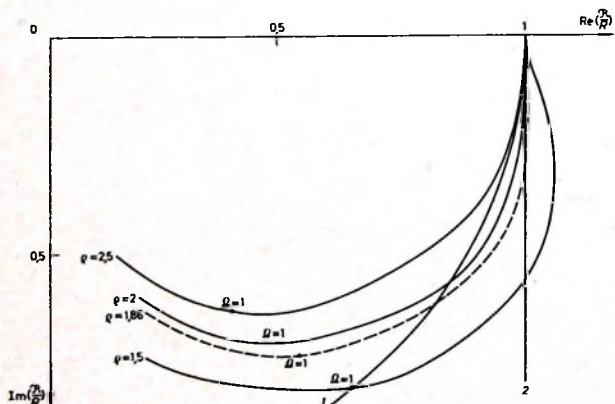
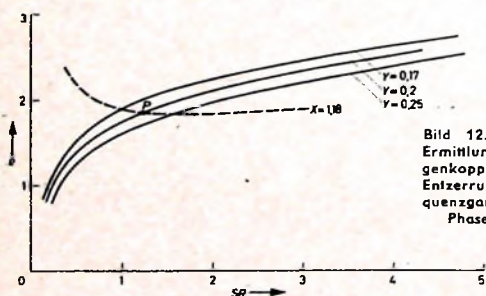

Bild 11. Ortskurven der Katodenkombination
Bild 12. Grafische Ermittlung der Gegenkopplung zur Entzerrung des Frequenzganges und des Phasenganges
Die Ortskurve dieser Gleichung, die im Bild 11 dargestellt ist (dabei ist ϱ Parameter), muß nun folgende Bedingungen erfüllen, damit der Amplitudengang von $|R_k|$ den geforderten Verlauf hat: Der Fall
entspricht dem Kreisbogen 1 im Bild 11. R_k soll aber erst bei großen Werten von Ω innerhalb des Bogens 1 verlaufen. Weiterhin darf R_k die Gerade 2
nicht schneiden, damit ein stetiger Anstieg von $|R_k|$ gewährleistet ist, denn zu R_k/R wird nach Gl. (81) noch der Wert von $1/(SR)$ addiert, was einer Nullpunktverschiebung im Bild 11 entspricht. R_k/R muß für frequenzunabhängiges A_3 in dem Raum zwischen 1 und 2 verlaufen. Die Bedingung nach Gl. (99) bedeutet
Allerdings stellt in der Praxis eine kleine Abweichung von Gl. (100) nur eine sehr kleine Verstärkungsminderung bei $\Omega < 1$ dar. Es ist also erlaubt, ϱ etwas kleiner als 2 zu wählen. Die Bedingung wird durch die Kurve $\varrho = 2$ im Bild 11 erfüllt.
Beide Gleichungen sind im Bild 12 ausgewertet. Der Schnittpunkt P der beiden Kurven liefert die Werte
Die Änderung von P bei anderer Phasenlaufzeitentzerrung ist ebenfalls aus Bild 12 ersichtlich. Dabei ändert sich die Kreisdämpfung Q kaum, nur die Gegenkopplung muß geändert werden. Hierbei sieht man, daß eine zu große Laufzeitentzerrung eine verhältnismäßig große Verstärkungsminderung zur Folge hat. Im Bild 11 ist die Ortskurve mit $Q = 1,86$ ebenfalls eingetragen. Sie weicht aber nur wenig von den Bedingungen Gl. (98), Gl. (99) und Gl. (100) ab.